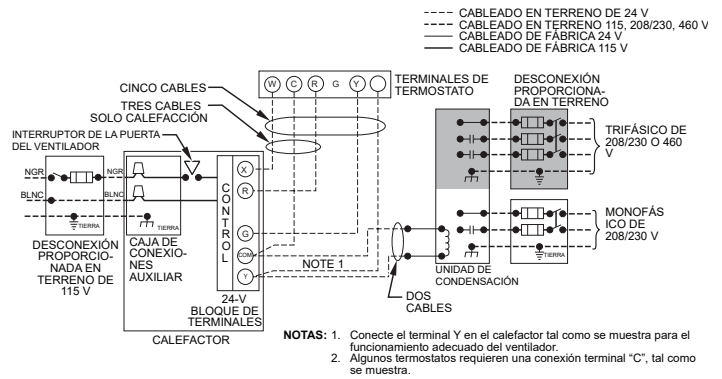

Fig. 33 – Diagrama de cableado monofásico típico
Consulte Fig. 33 para ver un diagrama eléctrico en terreno que muestra un cableado en terreno de 115 V típico. Compruebe que todas las conexiones de fábrica y realizadas sobre el terreno estén bien apretadas.
6. Conecte los cables de alimentación y neutro a los cables de alimentación del calefactor como se muestra en la Fig. 33.
5. Conecte los cables de alimentación y neutro del sitio a los cables de alimentación del calefactor como se muestra en la Fig. 33.
Establezca las conexiones de 24 V in situ a la tira de terminales de 24 V. Consulte la Fig. 38. Conecte el terminal Y como se muestra en Fig. 33 para una función de enfriamiento adecuada. Utilice exclusivamente cable para termostato de cobre AWG número 18 con código de color.